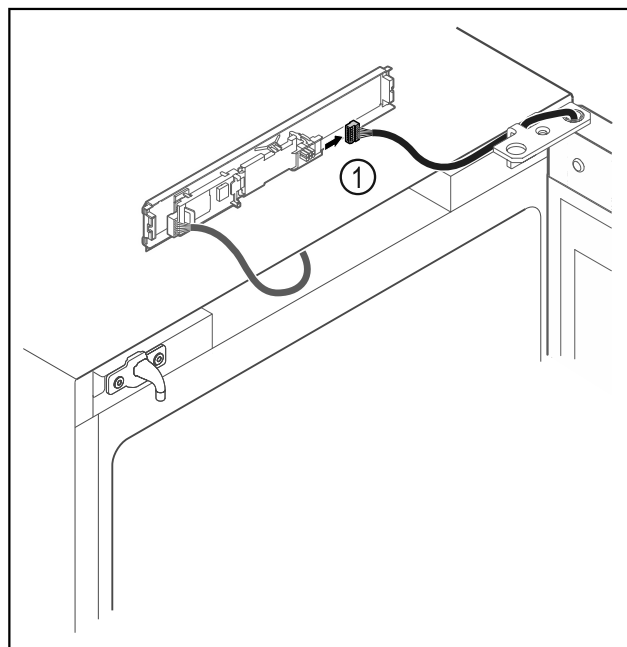

Fig. 4
- Scollegare il connettore Fig. 4 (1) dalla scheda.